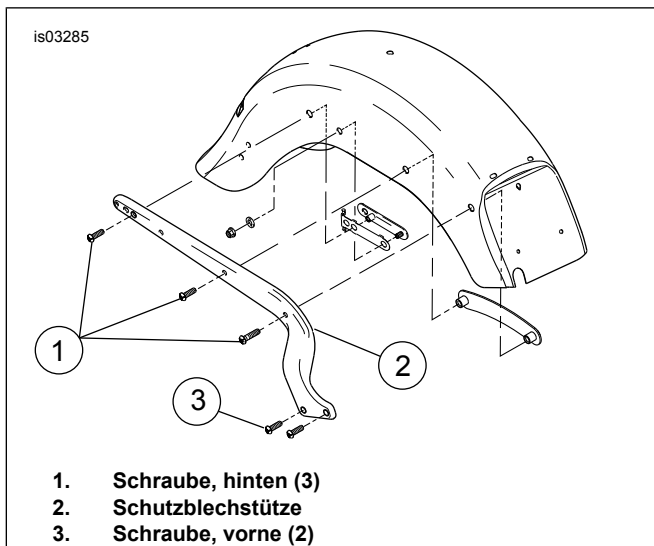

Abbildung 4. Schutzblechstützenschrauben und Schutzblechstütze
6. Siehe Abbildung 4. Die drei hinteren Schrauben (1) von der Schutzblechstütze (2) entfernen.
7. Die zwei vorderen Schrauben (3) an der Schutzblechstütze lockern aber nicht entfernen.